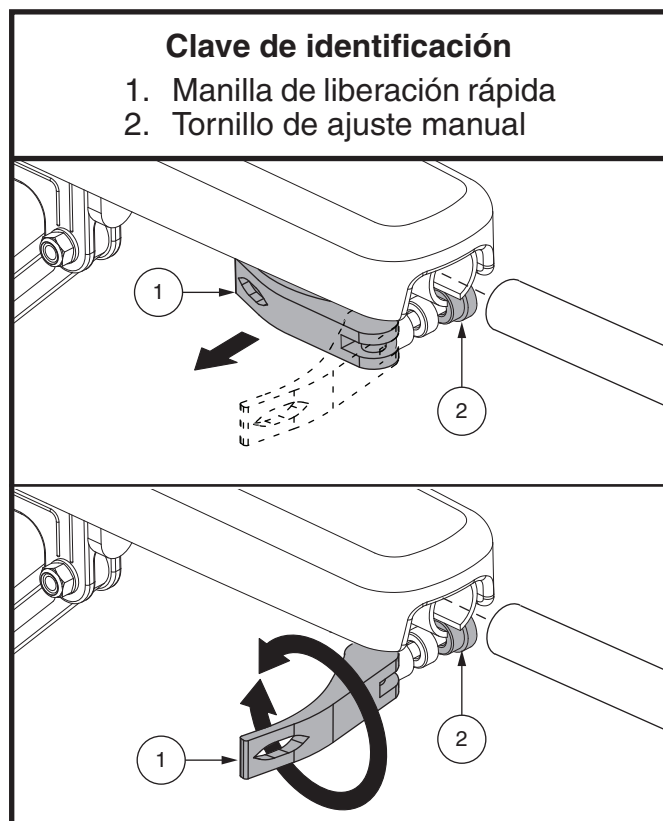
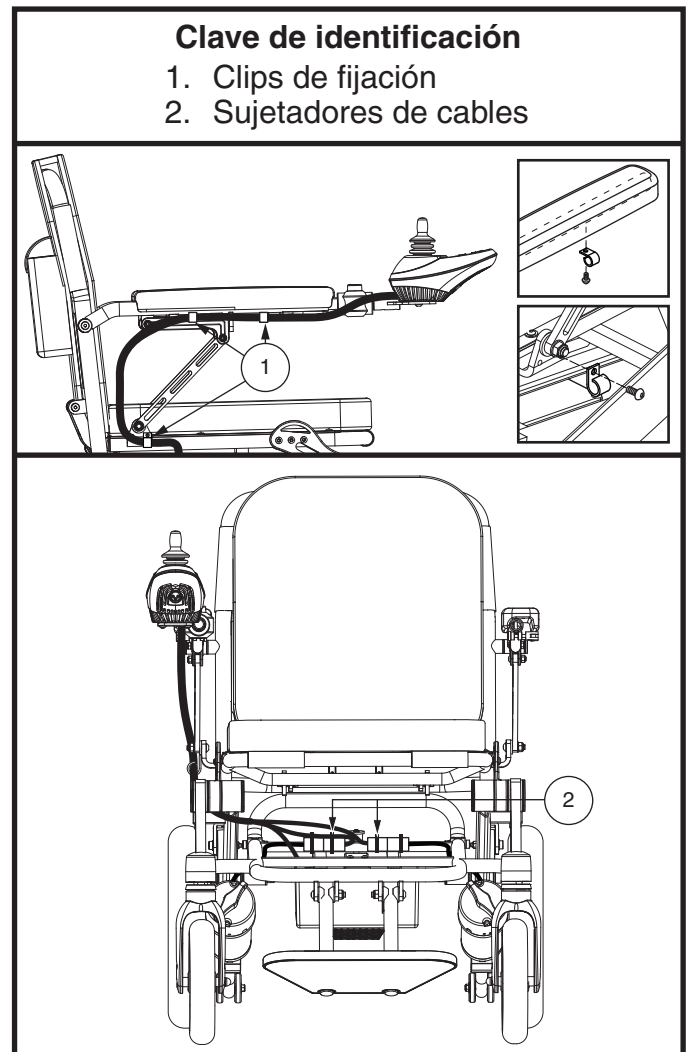

Figura 6. Remoción/instalación del componente del reposabrazos
Figura 10. Posición del regulador
4. Inserte el regulador en el reposabrazos y ajuste el tornillo, luego trabe la manilla de liberación rápida. **Vea la figura 6.** Enganche el cable del regulador a los clips de fijación. **Vea la figura 10.**
3. Destrabe la manilla de liberación rápida y afloje el tornillo de ajuste, y luego remueva el regulador del reposabrazos. **Vea la figura 6.**
3. Desenganche el cable del regulador de los clips de fijación. Desinstale los clips de fijación y reinstálelos del otro lado. **Vea la figura 10.**
11. Use sujetadores de cables para fijar el cable del regulador a la estructura, y enganche el cable del regulador a los clips de fijación. **Vea la figura 10.** Asegurarse de que el reposabrazos se pueden subir y bajar libremente sin ninguna tensión en el arnés para que no se desconecte.